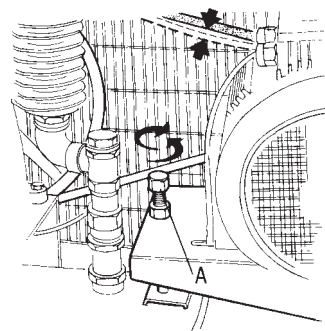

fig. 12
La tensión de las correas se efectúa en la fábrica. En caso de sustitución, es necesario observar la perfecta alineación de las poleas y tensionarlas correctamente. Se actúa sobre el perno fileteado (A) en el cual se levanta o se baja la base del motor, ofreciendo la posibilidad de regular la tensión de la correa (fig. 12).